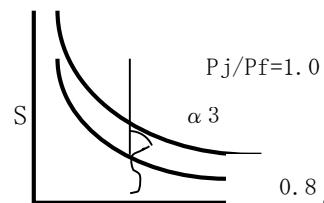

図 4 $S \sim \delta /S$ 管理図例
2. $P_j/P_f \geq 0.8$ で $\alpha_3 \geq 1$ (図 4 参照)